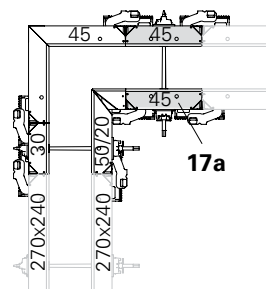

Fig. C2.01a
- Elem. angolo esterno MXA...45 (12)
- Elem. angolo inter. MXI...50/20 (15)
- Mont. comp. spes. pareti WDAMX (18) o in legno  $\leq 10$  cm a cura cantiere
- Morsa BFD (20)
- Elem. jolly MXM...60 (16) (Fig. C2.01a + C2.02b)
- Elem. MX 330x240 (10)
- Elem.-telaio di lungh. max.=MX...45 (17a) adiacente agli angoli (Esempio Fig. C2.01a)